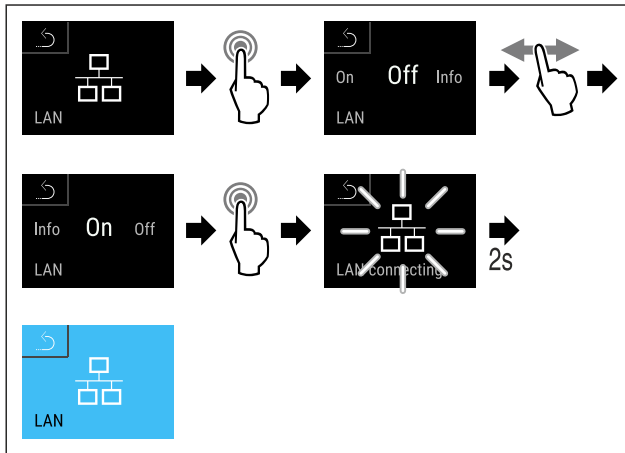

Fig. 126
- ▶ Stappen (zie Fig. 126) uitvoeren.